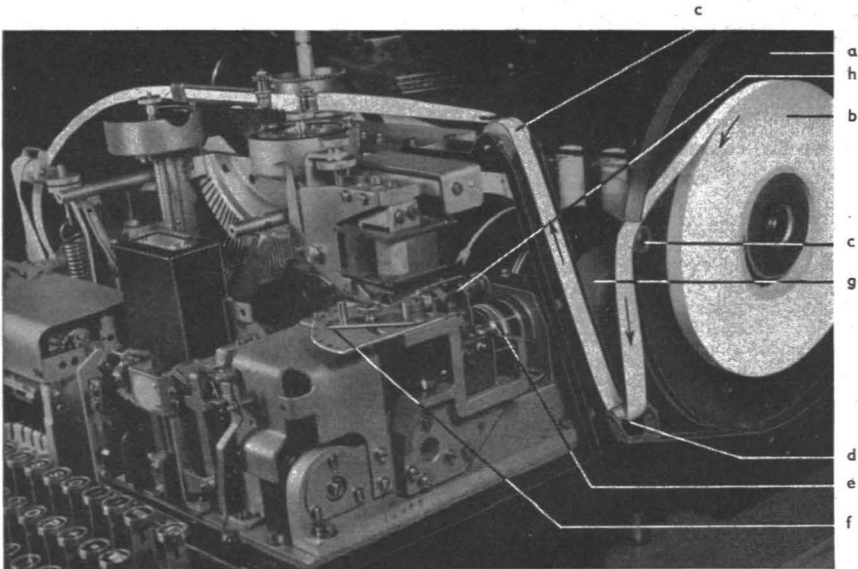

Bild 13
Einstellung des Teilkreises (Bild 13 f):
26. Papiereinführen (Bild 13).